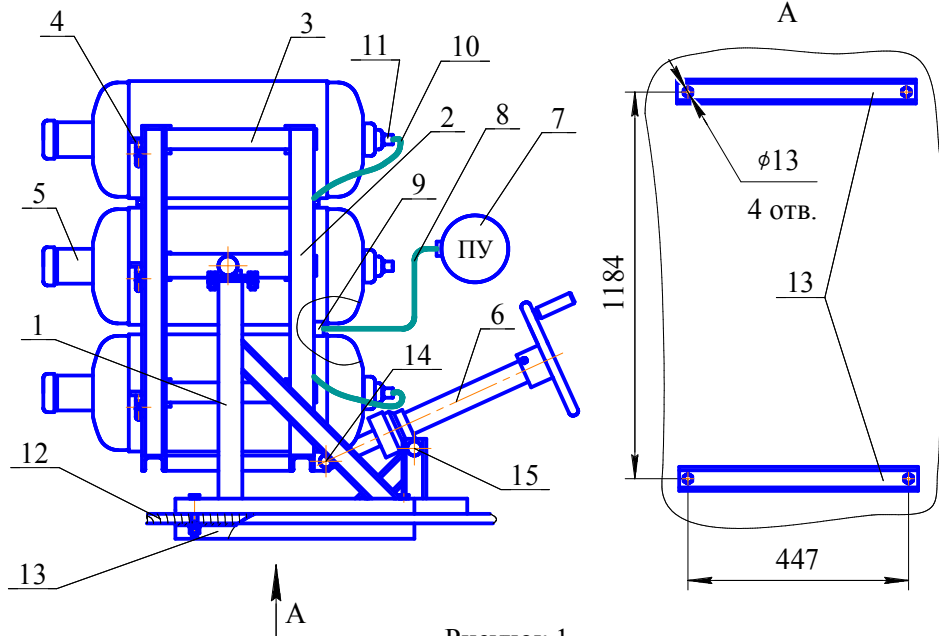
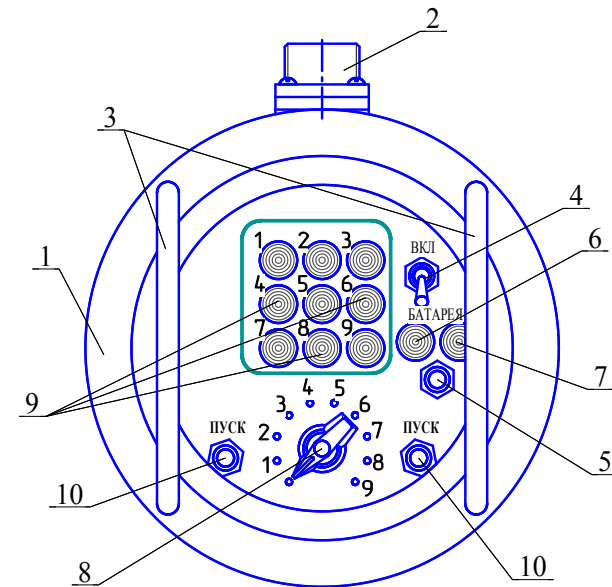

Рисунок 1
Рисунок 2
4.1 Установка (см. рисунок 1) состоит из стапеля **1**, обеспечивающего крепление её стационарно или на транспортном средстве. На стапеле **1** закреплён каркас **2** с направляющими **3** для установки и крепления в них стопорами **4** МПП **5**. Каркас **2** связан со стапелем **1** винтовым механизмом **6**, обеспечивающим поворот и фиксацию каркаса **2** в вертикальной плоскости.
4.6 Внешний вид устройства ручного пуска **10** показан на рисунке 2. На корпусе **1** (см. рисунок 2) расположен электрический разъем **2** для соединения через кабель с электрическим разъемом установки. Устройство ручного пуска снабжено двумя ручками **3**. На панели устройства ручного пуска расположены: тумблер «Вкл» **4**, кнопка контроля разряда батареи **5**, индикаторы зеленого **6** и красного **7** свечения, галетный переключатель **8**, девять индикаторов красного свечения **9** проверки готовности МПП к запуску, две кнопки пуска МПП **10**. Индикаторы красного свечения **9** пронумерованы, их номера соответствуют цифровым позициям на галетном переключателе **8**. При повороте галетного переключателя на соответствующую цифровую позицию можно произвести пуск МПП, соединенного с индикатором **9** под выбранным номером. Номера индикаторов промаркированы на электрических разъемах **11** (см. рисунок 1) кабелей **10**.
8.4 При транспортировании установки со смонтированными МПП необходимо застопорить МПП **5** (см. рисунок 1) в направляющих **3** стопорами **4**, каркас **2** должен быть установлен в горизонтальном положении при помощи винтового механизма **6**. Устройство пусковое **7** с кабелем электрическим соединительным **8** должно быть отсоединено от разъема **9**. Сама установка должна быть закрыта защитным чехлом, который фиксируется двумя шнурами капроновыми.
7.3 Один раз в месяц производить проверку уровня зарядки батареек устройства пускового. Для этого тумблер «Вкл» **4** (см. рисунок 2) перевести в положение «Вкл». Нажать в течение не более 3 с кнопку **5**: при загорании зеленым цветом индикатора **6** батарейки заряжены, при загорании красным цветом индикатора **7** или при отсутствии загорания обоих индикаторов батарейки в устройстве ручного пуска необходимо заменить. После проверки уровня зарядки батареек тумблер «Вкл» перевести в положение «Выкл».
4.7 Порядок запуска МПП на установке следующий. После сборки установки по рисунку 1 и подготовки ее к работе включить устройство ручного пуска. Для этого тумблер «Вкл» **4** (см. рисунок 2) перевести в положение «Вкл». После включения индикаторы **9** подключенных МПП должны загореться красным цветом. Отсутствие свечения индикатора указывает на неисправность цепи пуска подключенного МПП и на непригодность его использования до устранения неполадок. Отсутствие свечения всех индикаторов указывает на полную неисправность батареек в устройстве или отсутствие контакта между устройством и соединительным кабелем. Для проверки готовности устройства ручного пуска к работе нажать в течение не более 3 с кнопку **5**: при загорании зеленым цветом индикатора **6** устройство готово к работе, при загорании красным цветом индикатора **7** или при отсутствии загорания обоих индикаторов батарейки в устройстве ручного пуска необходимо заменить. Для этого открутить крепежные гайки с ручек **3**, снять крышку и заменить две батарейки в устройстве. Для запуска конкретного МПП перевести галетный переключатель **8** на соответствующий номер и одновременно нажать две кнопки **10** (нажатие одной кнопки запуск МПП не произведет). Перевод галетного переключателя необходимо осуществлять на цифровые позиции, соответствующие номерам светящихся индикаторов **9**. После запуска МПП индикатор **9** под соответствующим номером прекратит свечение.